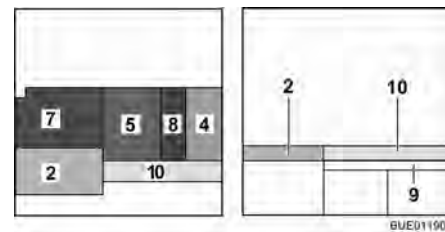

Fig. 117 Dopo la trasformazione (accessorio opzionale)
- Agganciare l'allargamento letto (Fig. 117,9) negli alloggiamenti sulle casapanche (accessorio opzionale).
- Posizionare il cuscino aggiuntivo (Fig. 117,10) sull'allargamento letto (accessorio opzionale).